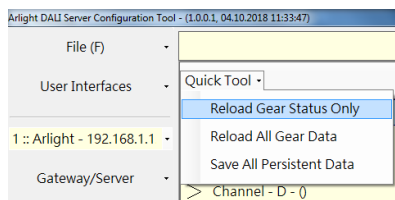

Рис. 8
- Нажмите Quick Tool и выберите пункт Reload Gear Status Only для сканирования шин DALI и обнаружения устройств (Рис. 8).